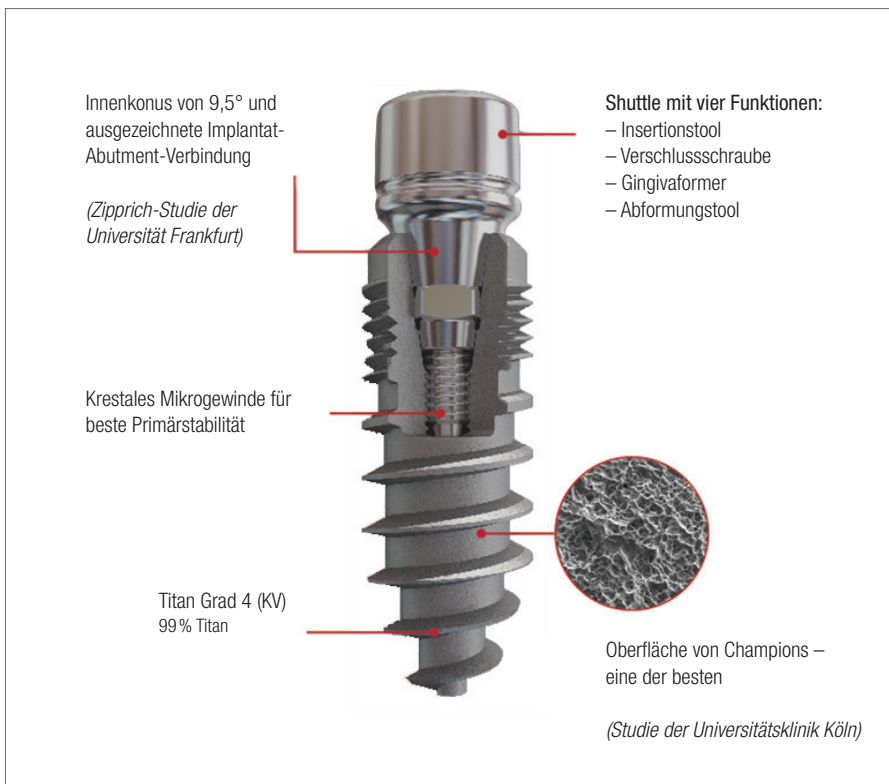

Abb. 1: Das Champions (R)Evolution[®]-System.
Dabei sind die Gründe für den anhaltenden Erfolg des Champions (R)Evolution[®]-Systems vielschichtig. Hauptcharakteristika des (R)Evolution-Implantats sind sein krestales Mikrogewinde, der Innen-Doppelkonus mit integriertem Hexadapter (seit 2011 unverändert und ausreichend lang) sowie der Shuttle mit definitiver Verschlusschraube, welche ihn mit dem Implantat verbindet (Abb. 1).